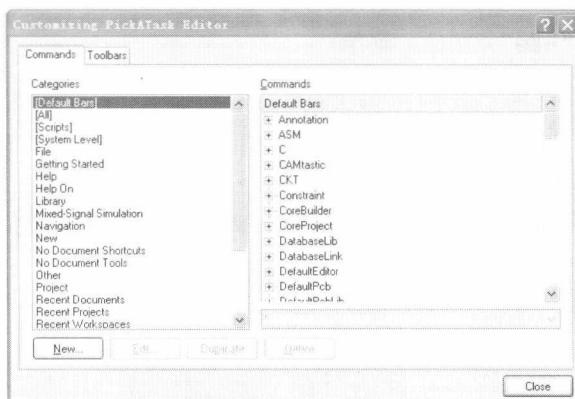

图 1-3 “Customizing PickATask Editor”对话框
- ◆ “Customize”（用户定制）命令：用于自定义用户界面，如移动、删除、修改菜单栏或菜单选项，创建或修改快捷键等。运行该命令将弹出“Customizing PickATask Editor”（定制原理图编辑器）对话框，如图 1-3 所示。